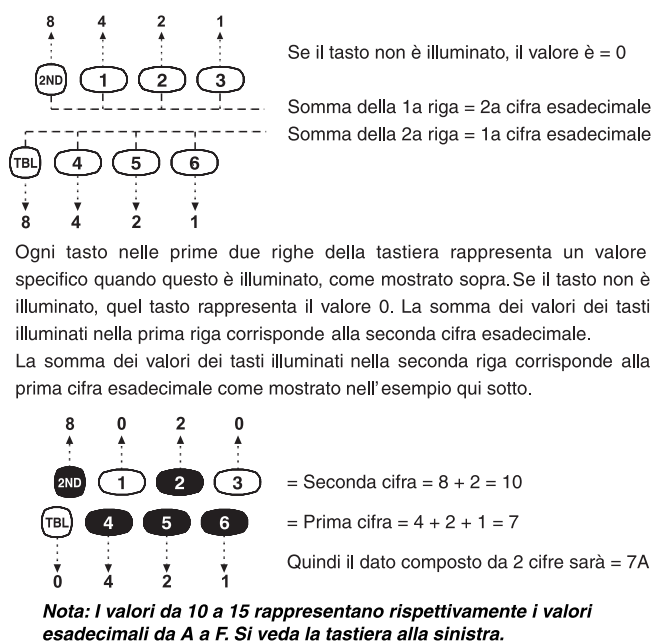

Figura 1: Inserimento dei dati esadecimali e visualizzazione dei dati per le tastiere LCD
Questo è un modo di programmazione alternativa alla programmazione a sezioni. (si veda la tabella 4). Gli indirizzi da **000** a **043** e da **300** a **527** possono essere programmati utilizzando il metodo di programmazione Esadecimale. Con questo metodo, potete inserire qualsiasi cifra esadecimale da 0 a F dove i tasti da **[1]** a **[9]** rappresentano i numeri, rispettivamente, da 1 a 9; gli altri tasti rappresentano cifre esadecimali da A a F come mostrato nella Figura 1 a pag. 2.
- 4) La tastiera visualizzerà i dati a 2 cifre appena salvati a questo indirizzo come descritto nella Figura 1 qui sotto